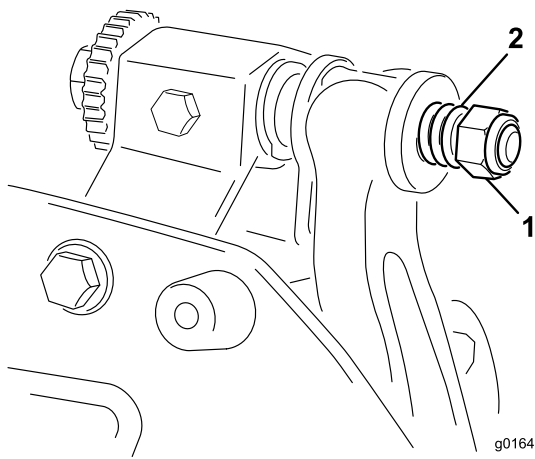

Figura 24
6. Serrate il dado di tensione della molla finché la molla non si schiaccia, quindi allentate di 1/2 giro (Figura 24).